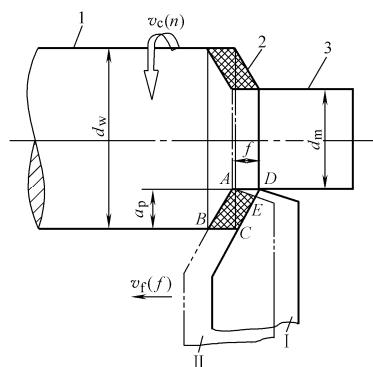

图 1-3 车削运动和工件上的表面
车削时工件上有三个不断变化的表面，如图 1-3 所示。
(1) 待加工表面：工件上将要被车去多余金属的表面，如图 1-3 中的表面 1 所示。
(2) 已加工表面：工件上切削后形成的表面，如图 1-3 中的表面 3 所示。
(3) 过渡表面：工件上有切削刃正在形成的表面，如图 1-3 中的表面 2 所示。